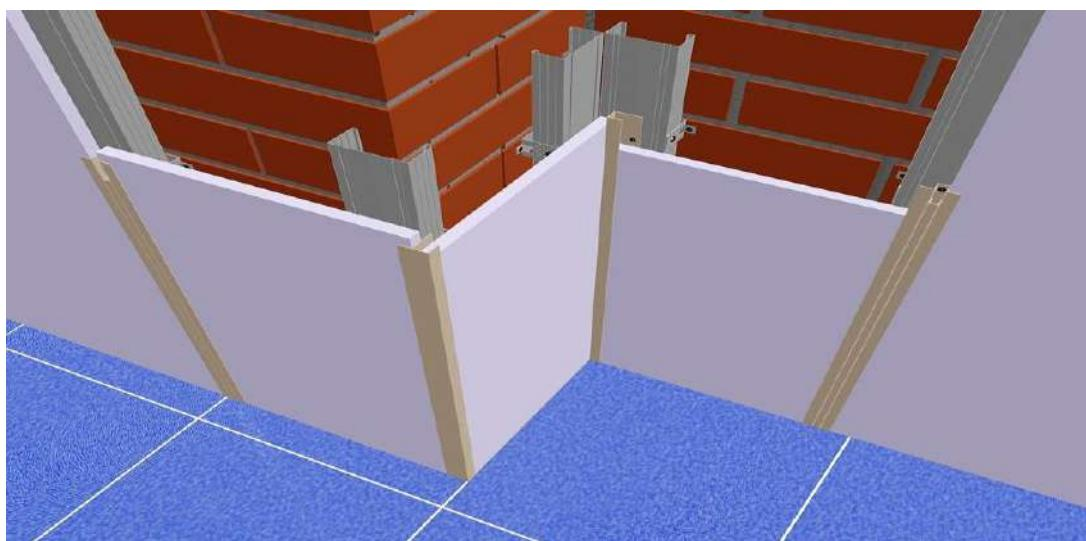

Рис. 1
- 4.2 Монтаж необходимо начинать от внутреннего угла отделываемой поверхности. Устанавливается профиль «L», и в него заводится панель. Каждая последующая панель монтируется с помощью соединительного профиля «W+П». При выполнении монтажа внутренних и внешних углов помещения крепление «L» и «F» -монтажных профилей производится только к обрешётке (Рис. 1).